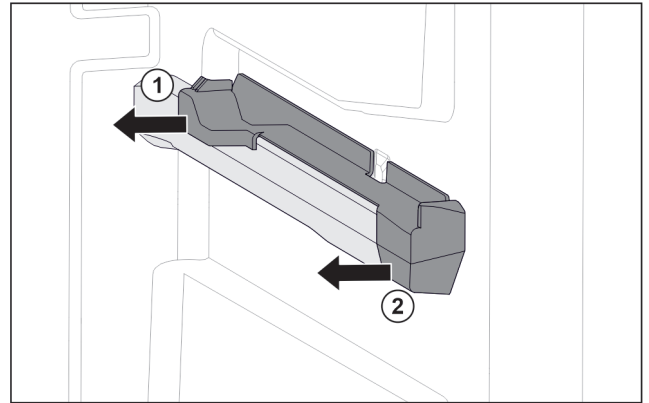

Fig. 120 Aufsteckteil auf der rechten Behälterrippe
- ▶ Aufsteckteil hinten zur Seite abziehen. Fig. 120 (1)
- ▶ Aufsteckteil vorne zur Seite abziehen. Fig. 120 (2)